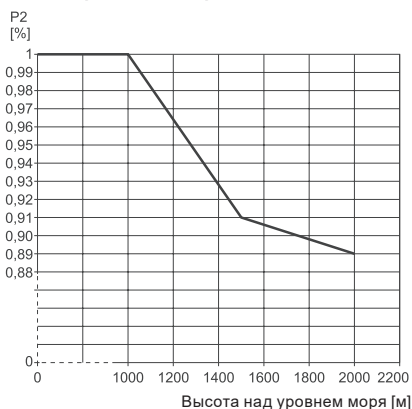

Рис. 7 Зависимость P2 от высоты над уровнем моря
**Внимание** - **Установку, смонтированную на высоте выше 1000 м над уровнем моря, нельзя использовать с полной нагрузкой, так как ухудшается охлаждающая способность воздуха из-за его низкой плотности (см. рис. 7). Значения мощности P2 в зависимости от высоты над уровнем моря приведены на рис. 7.**